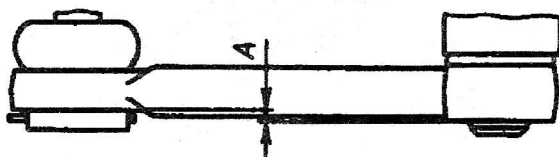

Рис. 203. Проверка маятникового рычага
**Маятниковый рычаг с пальцем** может быть погнут в результате аварийного наезда правым колесом микроавтобуса на какое-либо препятствие. Эксплуатация микроавтобуса с погнутым маятниковым рычагом недопустима. Маятниковый рычаг нужно заменить новым, если размер А (рис. 203) выходит за пределы 1—4 мм. Эту проверку можно производить на микроавтобусе, не снимая рычага.